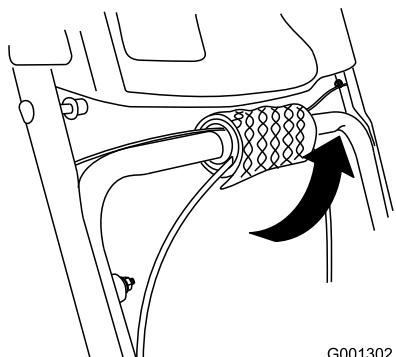

**Figure 4**
2. Fixez la partie supérieure du guidon au moyen de 4 boulons, 4 rondelles bombées et 4 contre-écrous pris dans le sachet de pièces détachées (Figure 4).